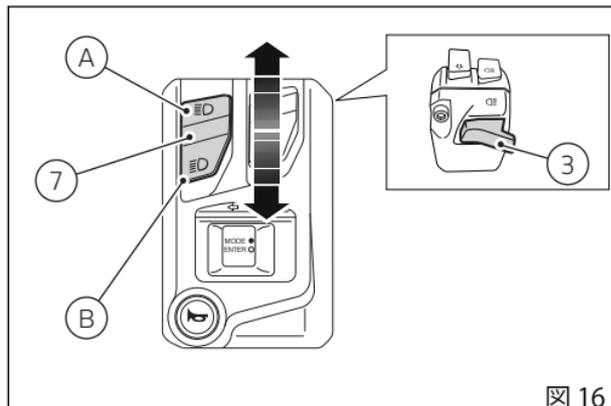

図 16
ロービームランプが点灯した場合、ボタン (7、図 16) のポジション (A) でハイビームランプも点灯するか、ボタン (3、図 16) でライトをフラッシュすることができます。
Key-ON した後にエンジンを始動しない場合でも、左側スイッチのボタン (7、図 16) をポジション (B) と (A) に押してロービーム/ハイビームランプを起動できま
す。ボタン (3、図 16) を押すとライトをフラッシュします。
ボタン (7、図 16) を押すと、ハイビームランプまたはロービームランプが点灯し、DRL が消灯します。ランプボタン (7、図 16) を離すと、DRL が再び自動的に点灯します。